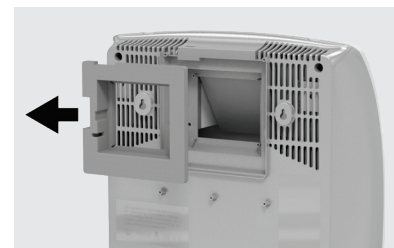

Рисунок 19
4. Аккуратно извлеките пенопластовый теплоизоляционный элемент (рис. 19).